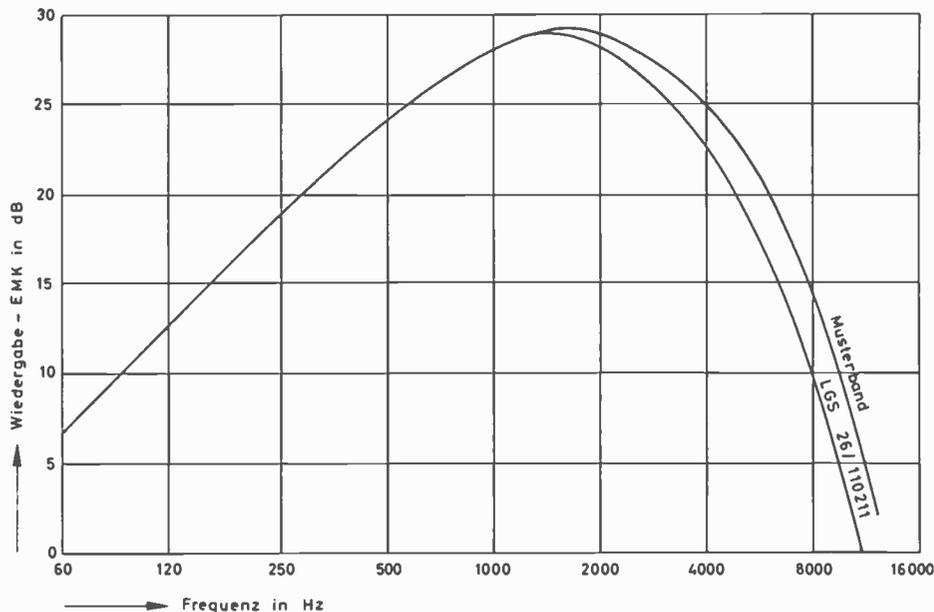

Bild 4 Kapfkurven mit LGS 26/110211 und mit neuem Bandmuster für 1-kHz-Arbeitspunkt, 4,76 cm/sek. Bandgeschwindigkeit und 5% linear entzerrten Klirrfaktor
Auch die Dynamik scheidet heute aus der Diskussion bereits mehr oder weniger aus. Gewiß wächst der Ruhegeräuschspannungsabstand theoretisch und unter sonst gleichen Umständen (sofern diese überhaupt praktisch realisiert werden können!) mit der Wurzel aus der Spurbreite; nachdem aber gute Viertelspurgeräte heute auch in der Serienproduktion die 50-dB-Marke bei 4,76 cm/sek. mit Sicherheit einhalten, braucht man sich um Qualität nicht mehr ernsthaft zu streiten, zumal es nach unseren Untersuchungen nur sehr wenige modern instrumentierte Musikstücke gibt, bei denen die betrieblich ausnutzbare Dynamik um etwa 3 dB verschlechtert werden muß (5), und zumal Anzeichen für eine weitere Verbesserung der Bänder vorhanden sind (vergl. Bild 4).